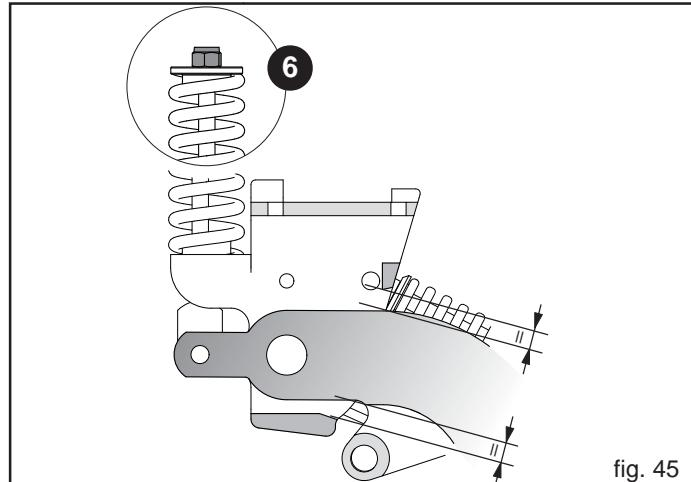

fig. 45
- 3) Prüfen Sie, dass sich das Säagggregat gegenüber den oberen und unteren Scharanschlag in der mittleren Position befindet (Abb. 45).
- 4) Eventuell alle Trimmungsfedern durch die Mutter (6, Abb. 45) einstellen bis die Position im Punkt 3) beschrieben, erreicht wird.